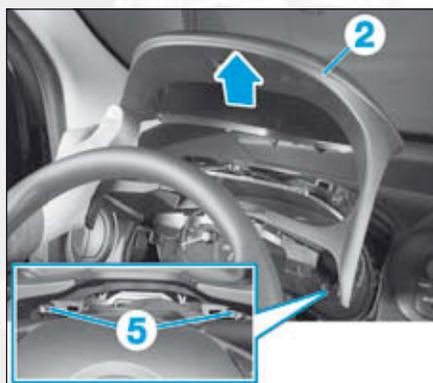

FIG.9
- Déposer les vis inférieures (5) de la garniture du combiné (2) (Fig.9).
- Dégrafer puis déposer la garniture du combiné (2) à l'aide d'un outil plat non tranchant.